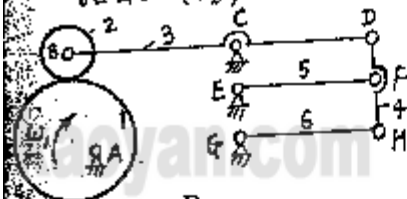

图 4
1. 在图4所示机构中, 已知 EF 和 GH 均与 CD 平行且相等, CD